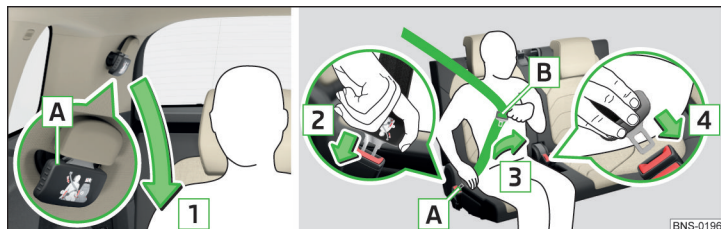

Fig. 20 Aplicarea/desfacerea centurii de siguranță de pe al treilea rând de locuri
- ▶ Trageți ușor în jos clema de fixare [A] » fig. 20 a centurii în sensul săgeții 1.
- ▶ Prindeți clema de fixare [A] » fig. 20 și presăți tasta roșie din catarama centurii; clema de fixare va sări afară.